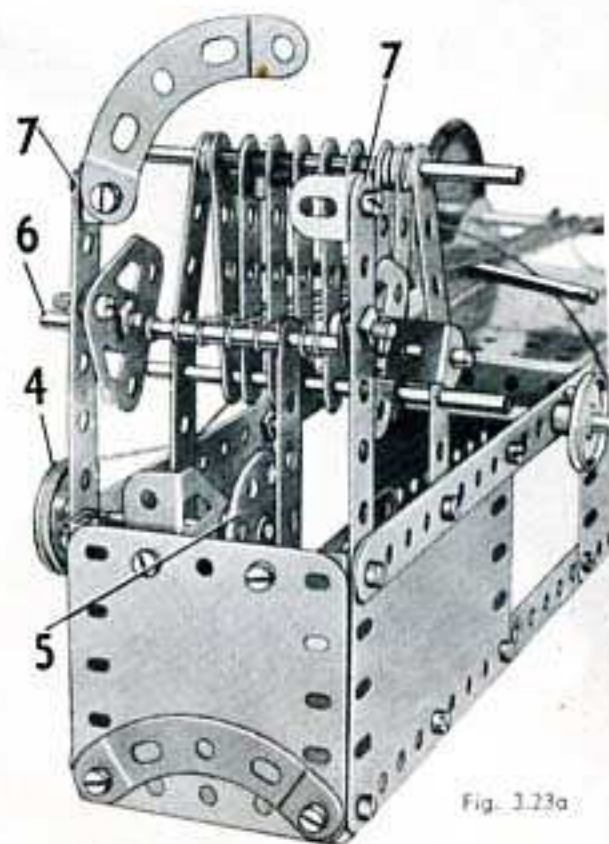

Fig. 3.23a
Cet intéressant modèle est destiné à démontrer le principe du tissage à la main. La base est formée de deux bandes de 25 trous (1) boulonnées sur une plaque à rebords et dont les extrémités sont réunies par une bande coudée de 60x12 mm. Deux plaques flexibles de 14x6 cm. et deux de 11,5x6 cm. sont boulonnées sur les bandes et réunies à leurs extrémités inférieures par les bandes de 11 trous (2). Les bandes de 11 trous (3) forment un support pour le harnais qui consiste en huit bandes de 5 trous soutenues par deux tringles de 9 cm. Les bandes sont séparées les unes des autres par des clavettes et des rondelles placées entre ces bandes sur la tringle supérieure (fig. 3.23a).